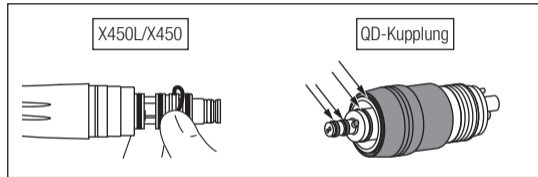

Abb. 15
- 2) Entfernen Sie vorsichtig von Hand alle O-Ringe. (Abb. 15)